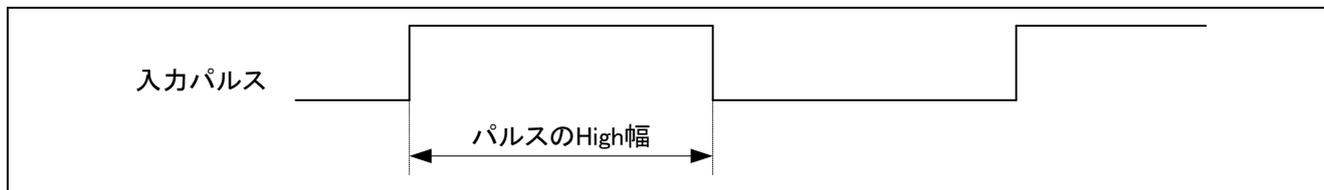

図 2.3 パルスの High 幅計測
- 1) 図 2.3に示すように入力パルスの High 幅を測定し、結果を RAM に保存します。